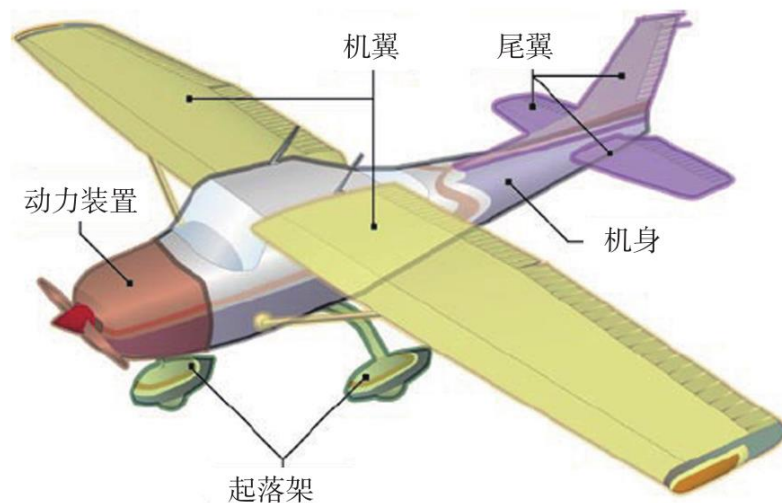

图 1
已知橡皮筋 1 根，5mm 宽、190mm 周长。请以橡皮筋弹性作为动力，设计制作一款橡筋动力滑翔机。飞机可沿直线在地面自动前行 2 米，机身长度在 290mm 以上（包括螺旋桨和尾翼在内），机身最小横截面尺寸在 $\Phi 20$ 以上，机翼尺寸在 340×40×3 以上（340 尺寸指的是机翼组装后长度方向的最大尺寸），尾翼、起落架、螺旋桨示意图如图 1 所示。
2. 机身与机翼方便组装及拆卸，机翼结构参照图 1 所示；
3. 机身与尾翼方便组装及拆卸，尾翼结构参照图 1 所示；